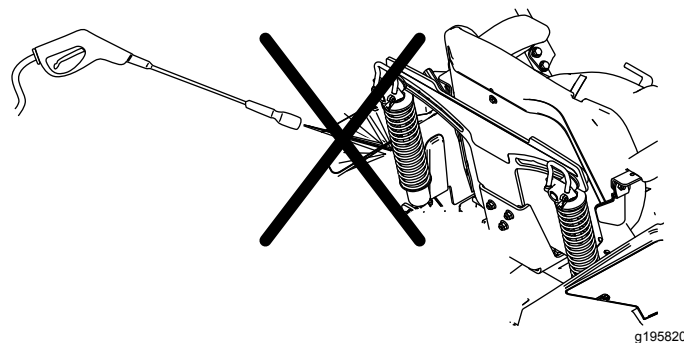

Figure 106
**Remarque:** Ne nettoyez pas les amortisseurs au jet d'eau sous pression (Figure 106).